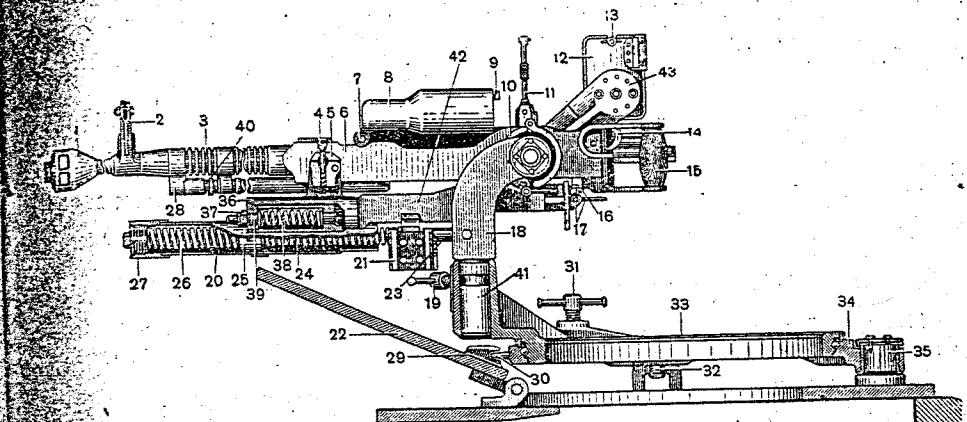

Рис. 68. Зенитная установка пулемета ДШК:
Устройство турельной установки зенитного пулемета (рис. 68)
2. Отпустить стопор 32 основания установки (рис. 68), повернуть турельную установку до отказа справа, поставив ее над люком башни против сиденья заряжающего, и застопорить основание установки.
Чтобы прекратить стрельбу, достаточно отпустить спусковой крючок 14 (см. рис. 68) и поставить предохранитель в положение «Стоп».
4. Застопорить верхний погон установки стопором 31 (см. рис. 68).